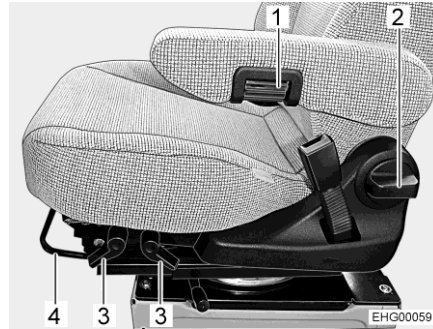

Bild 20 Stolinställning (Aguti GIS Liner)
- Drag upp bygeln (Bild 20,4).
- Drag motsvarande spak (Bild 20,3) uppåt.
- Vrid (Bild 20,2) handtaget.
- Vrid på det räfflade hjulet (Bild 20,1) för att göra fininställningen. Beroende på vridriktning lutar armstödet framåt eller bakåt.